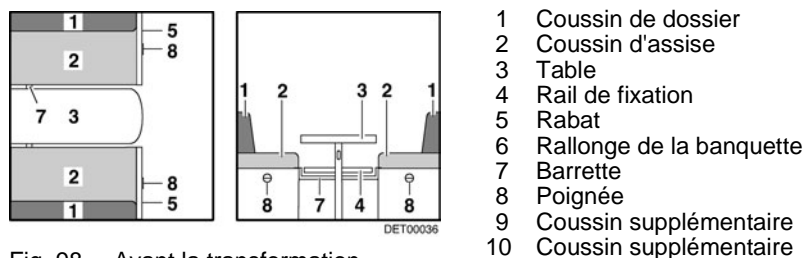

Fig. 98 Avant la transformation
- Agrandir la table (Fig. 98,3) et la transformer en sommier de lit (voir paragraphe 7.7).
- Insérer la barrette (Fig. 98,7) ou tirer vers l'intérieur. La barrette est positionnée correctement si elle maintient le plateau de table environ 15 - 20 cm derrière le pied de table.
- Tirer sur la poignée (Fig. 98,8) et ouvrir le portillon (Fig. 98,5).